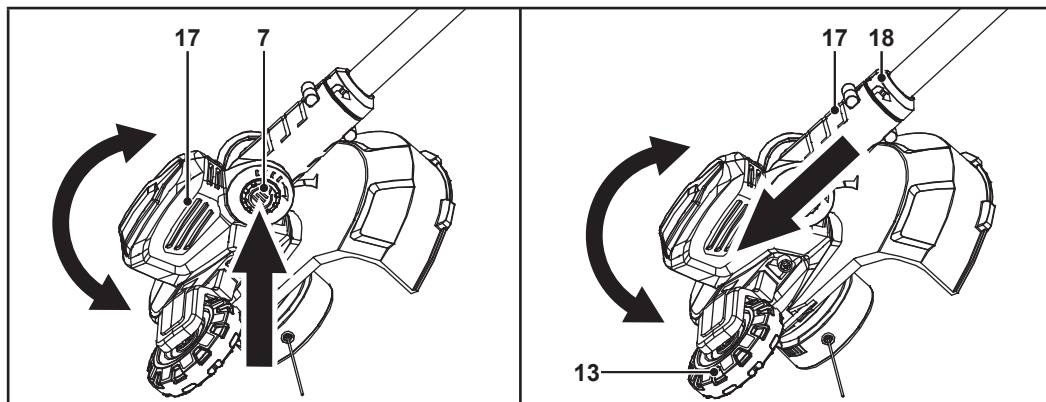

Fig. 6
**NOTA:** O ângulo de inclinação da cabeça de corte (17) pode ser definido para 4 posições.
1. Prima o botão da cabeça de corte (7) (Fig. 6).
2. Ajuste o ângulo da cabeça de corte (17) (Fig. 6).
3. Solte o botão da cabeça de corte (7).
4. Certifique-se de que a cabeça de corte (17) bloqueia no devido lugar.
1. Puxe a cabeça de corte (17) cerca de 1 cm para fora do tubo de extensão (18) (Fig. 6).
2. Rode a cabeça de corte (17) 90° para a esquerda ou para a direita (Fig. 6).
3. Solte a cabeça de corte (17)